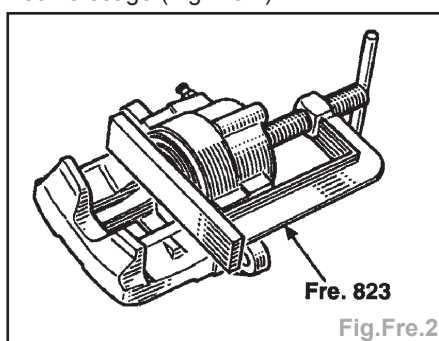

Fig.Fre.2
- Repousser le piston à l'aide de l'outil **Fre. 823** jusqu'à ce qu'il soit au fond de son alésage (Fig.Fre.2).